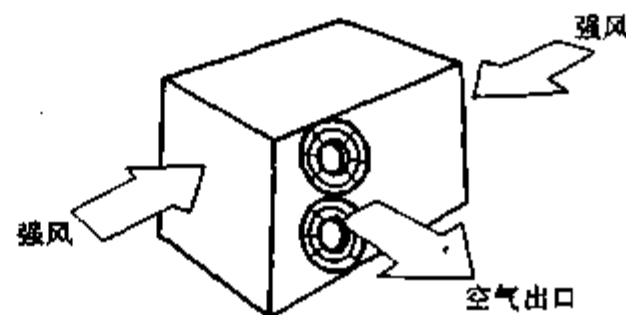

图 7-60 室外机安装位置(二)
- (2) 如果本机暴露于风中,而当本机运转中的季节的风向已知时,则应把装置安装得使空气出口和风向成垂直,如图 7-60。